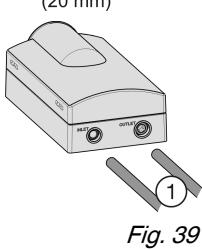

Fig. 39
- ▶ Mida la profundidad de inserción (E) de 21/32 " (17 mm) en el tubo delgado y haga una marca.
- ▶ Mida la profundidad de inserción (E) de 25/32 " (20 mm) en el tubo grueso y haga una marca.
- ▶ Introduzca los tubos flexibles Fig. 39 (1) hasta el tope (equivalente a la marca) en el módulo del filtro de agua superando la resistencia existente.